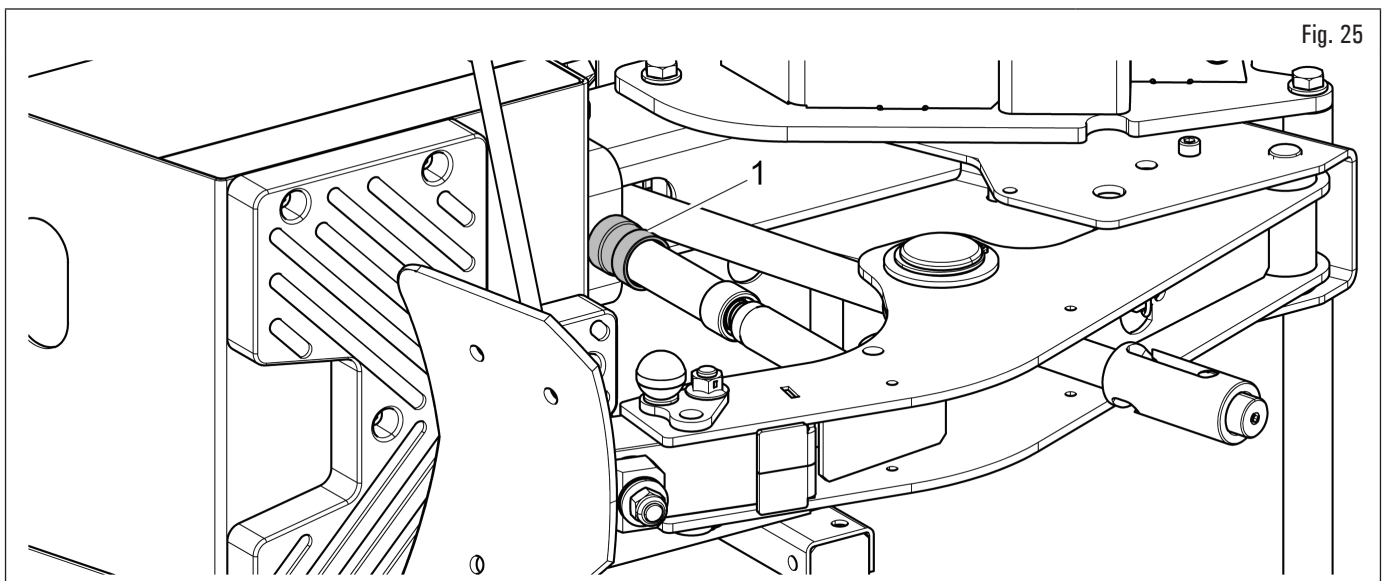

Fig. 25
2. regolare la corsa del limitatore di corsa stallonatore agendo sulla sua ghiera di regolazione (Fig. 25 rif. 1), in modo che la paletta possa penetrare oltre il bordo del cerchione per un'altezza pari all'altezza di un cuneo della prolunga premitallone;